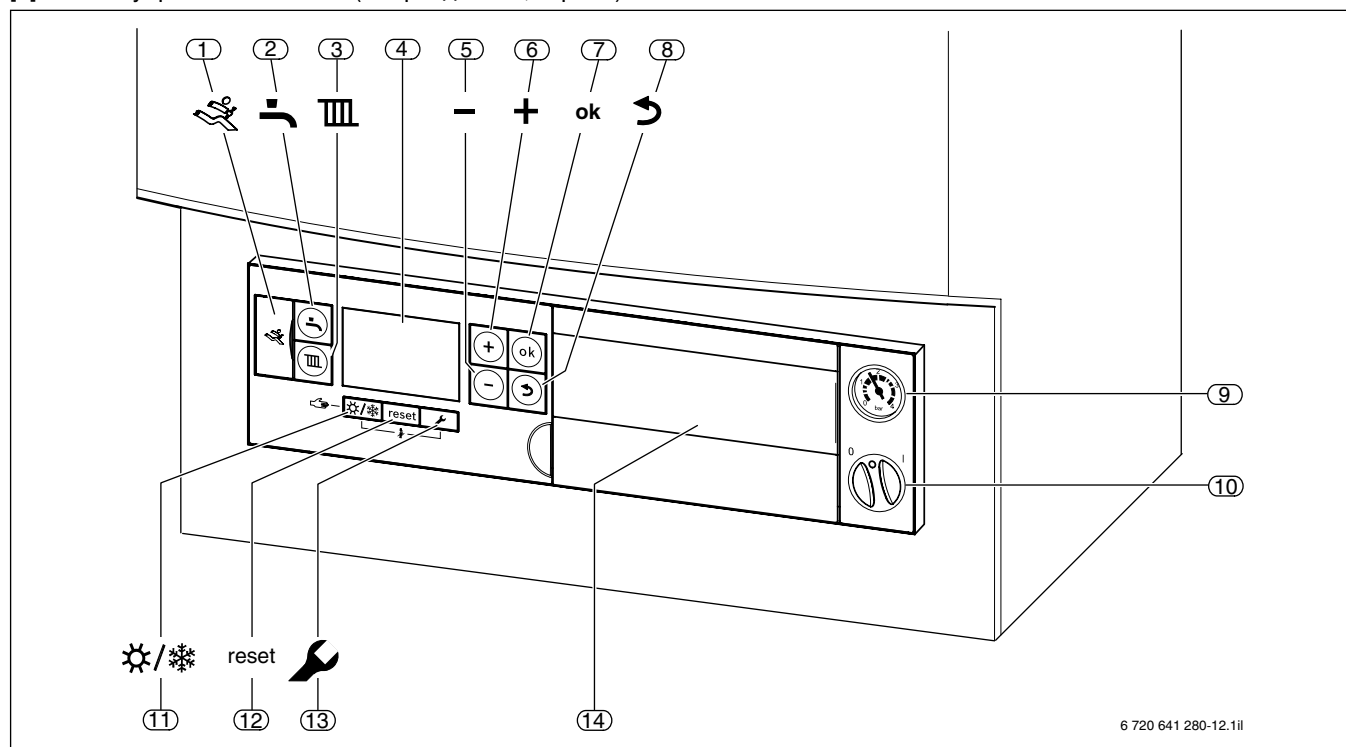

Рис. 17. Индикация и элементы управления базового контроллера Logamatic BC25 (здесь встроен в настенное устройство GB172)
- Включение и выключение котла и всех подключенных модулей через единый котловой выключатель (см. рис. 17, [10], стр. 42)
- Клавиша переключения «Летний/зимний режим» (см. рис. 17, [12], стр. 42)